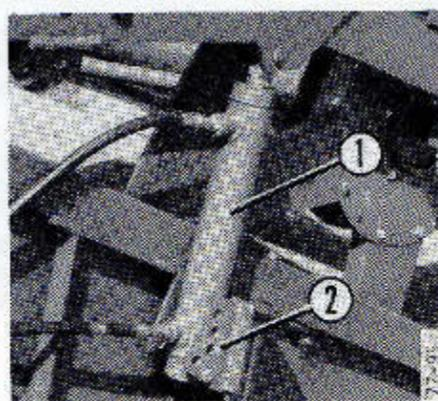

Fig. 37
Lorsqu'il est nécessaire d'obtenir un réglage de hauteur au-delà de celui obtenu avec les vérins 1 (fig. 37), repositionner les vérins dans les trous convenables prévus (2).